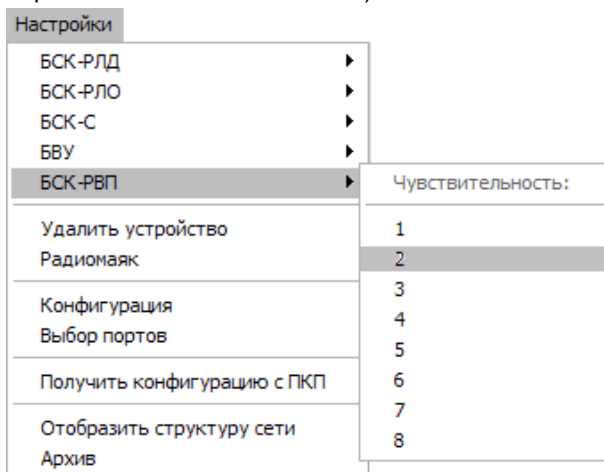

Рисунок 1.16
1.3.4.5 Настройка «БСК-РВП». Щелкнуть по «БСК-РВП» в меню «Настройки» и выбрать необходимую чувствительность, рисунок 1.16, (смотри паспорт БАЖК.425142.058 ПС-Р) .